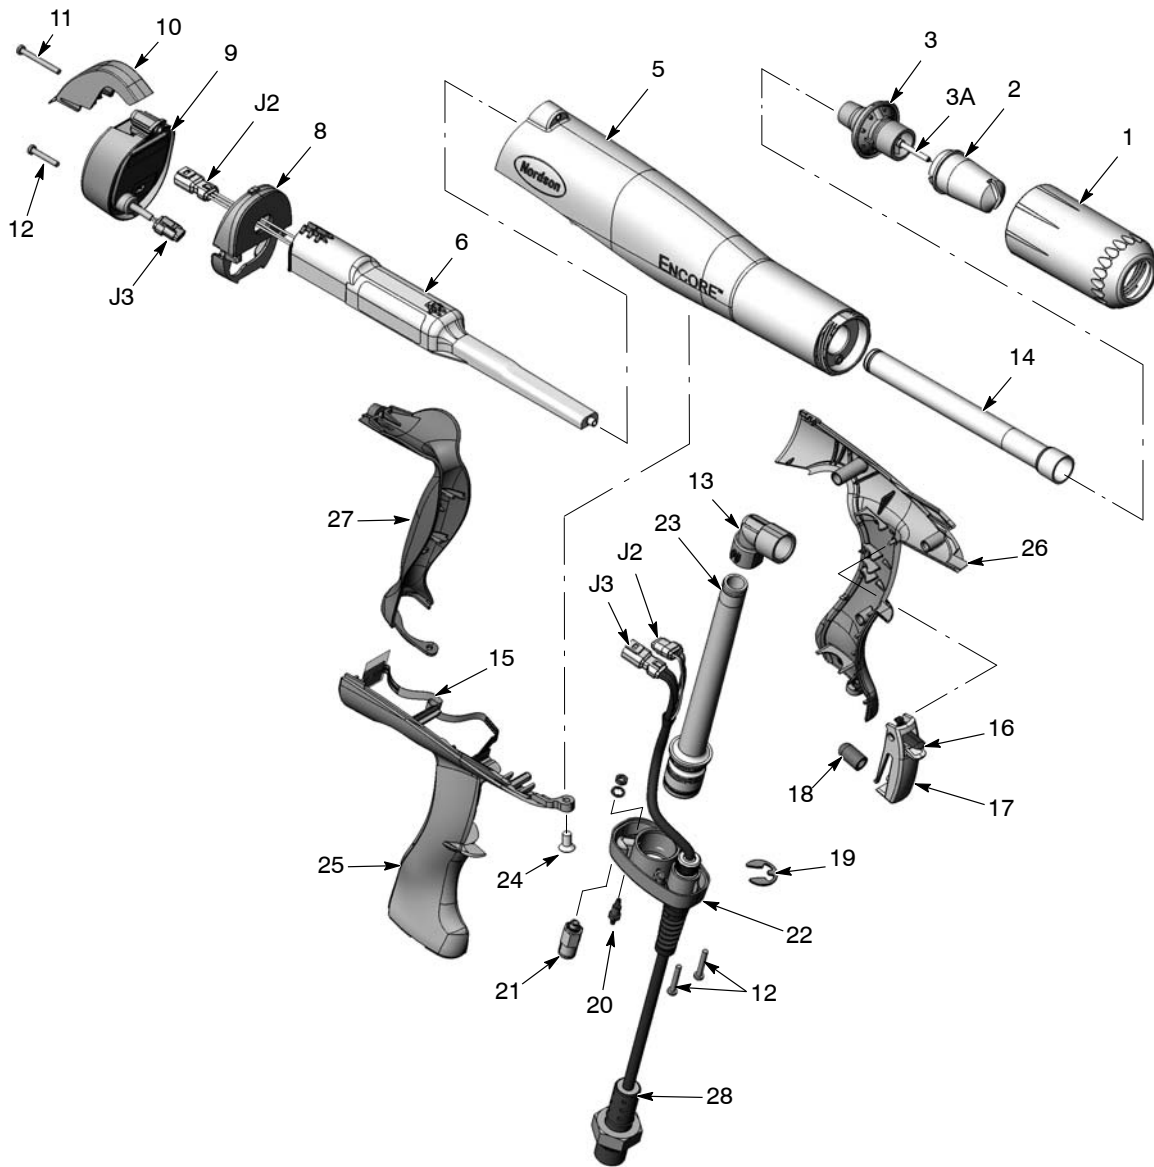
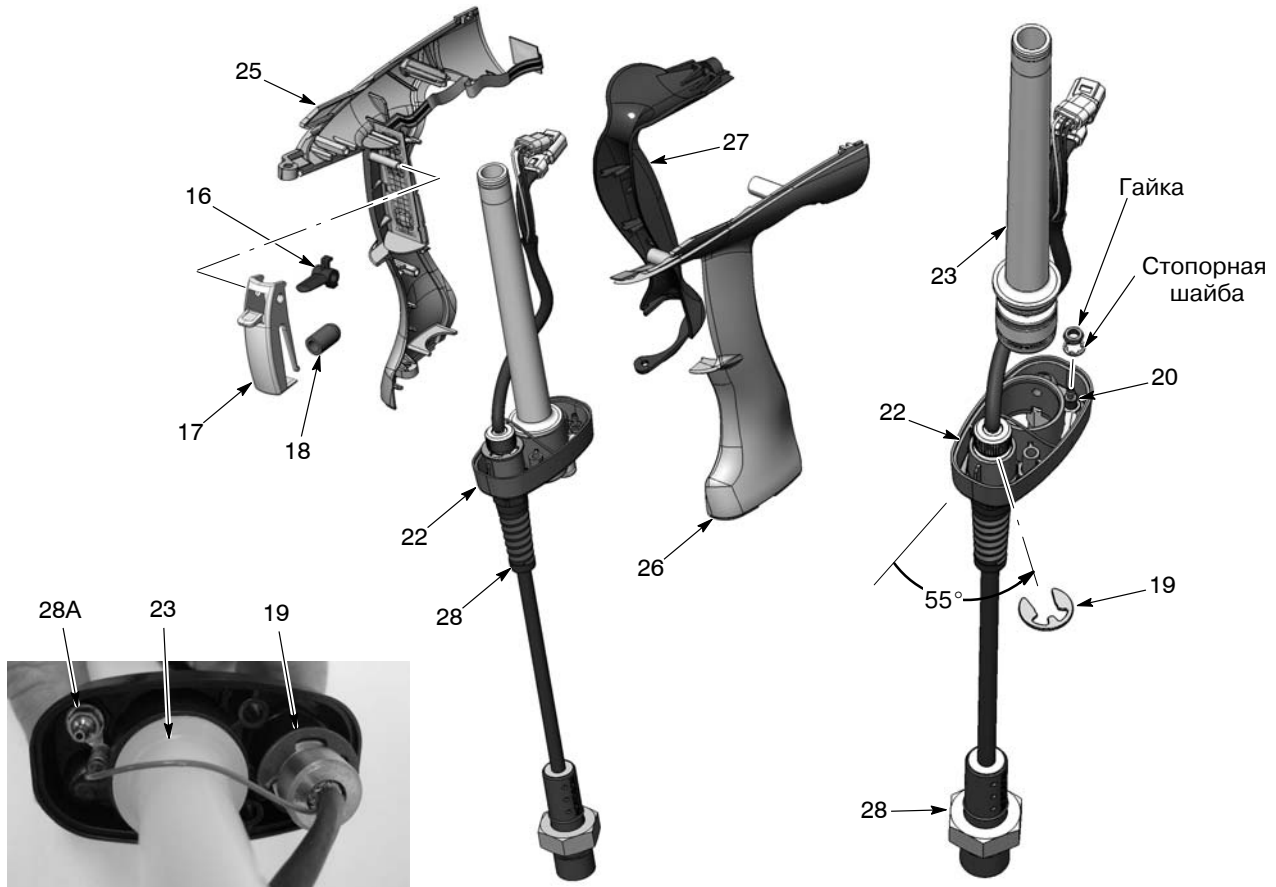
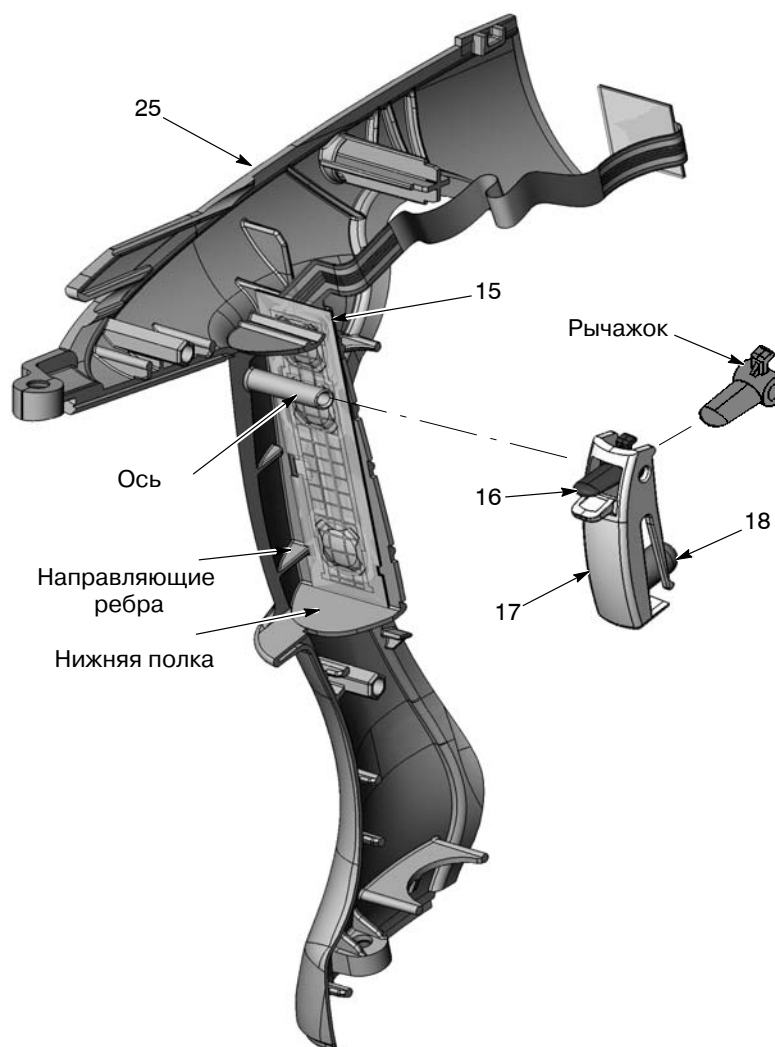

Рис. 5-3 Объемный вид распылителя с разделением деталей (нумерация как в спецификации запчастей)
Рис. 5-9 Завершение разборки распылителя
Рис. 5-10 Монтаж выключателя спусковой клавиши и самой спусковой клавиши
См. рис. 5-3, 5-4 и сопроводительные рисунки демонтажных операций.
12. См. рис. 5-9. Разъединить правую и левую половины рукоятки (25, 26).
14. Легким вращательным движением снять с основания впускную порошковую трубку (23).
15. Отвернуть гайку при помощи 1/4-дюймовой головки и снять стопорную шайбу с заершенного фитинга (20). Отсоединить от фитинга кольцевой наконечник провода заземления.
16. Осторожно снять стопорное кольцо (19) с кабеля (оно может отпружинить и потеряться), а затем снять кабель (28) с основания.
1. См. рис. 5-9. Продев кабель (28) сквозь основание рукоятки (22), закрепить его на основании стопорным кольцом (19). Установить стопорное кольцо под углом, указанным на рисунке.
2. Вставить двусторонне заершенный фитинг (20) в основание и надеть на фитинг кольцевой наконечник провода заземления. Поставив на фитинг стопорную шайбу с внутренними зубцами и гайку, затянуть гайку.
3. Если снимался обратный клапан (21, рис. 5-3), вернуть его в основание. Не перетянуть клапан.
4. Вставить впускную трубку с установленными уплотнительными кольцами (23) в основание рукоятки (22).
5. См. рис. 5-10. Если снимался выключатель спусковой клавиши (15), установить его на монтажную плоскость правой половины рукоятки (25), сориентировав выключатель с помощью направляющих ребер и нижней полки. С силой прижать выключатель, чтобы он зафиксировался на месте.
6. Установить приводной элемент (18) на выступ спусковой клавиши (17). Проверив ориентацию рычажка переключателя настроек (16), вставить его в спусковую клавишу. Совместить осевые отверстия спусковой клавиши, а затем надеть спусковую клавишу на ось в правой половине рукоятки.
10. См. рис. 5-9. Зацепив накладку заземления (27) за направляющие выступы в задней части рукоятки, повернуть накладку заземления на свое место и прижать к узлу рукоятки.